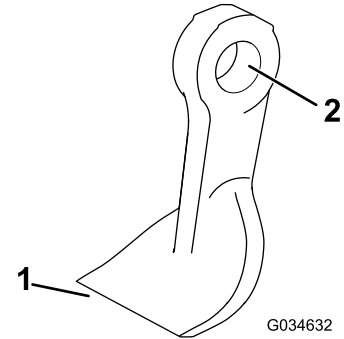

图 21
3. 检查每个刀片是否受损特别留意紧固件、刀刃和安装孔图 21。更换所有受损的刀片和紧固件。